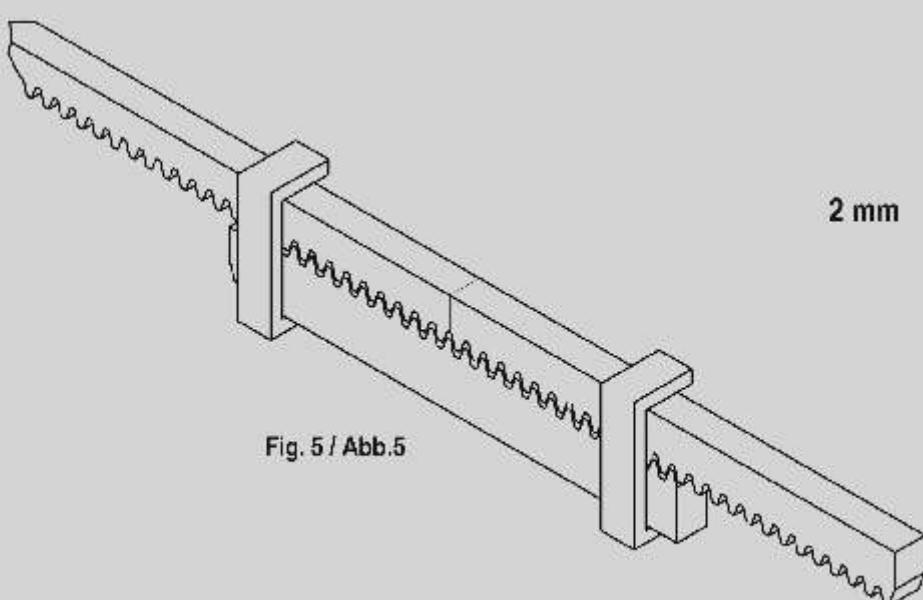

Fig. 5 / Abb. 5
- Um das nächste Element der Zahnstange genau abgestimmt auf die Verzahnung zu positionieren, ist es ratsam, einen Teil der Zahnstange mit Zwingen zu blockieren und die entsprechenden Abstandshalter mittels Punktschweißung zu fixieren (Abb. 5).
- Om het volgende element van de tandheugel ook in de juiste stand te kunnen monteren, is het verstandig om een deel van de tandheugel met een klem vast te zetten en daarna de betreffende afstandsstukken op een aantal punten vast te lassen. (fig. 5). Herhaal deze procedure totdat alle overige onderdelen van de tandheugel zijn gemonteerd.